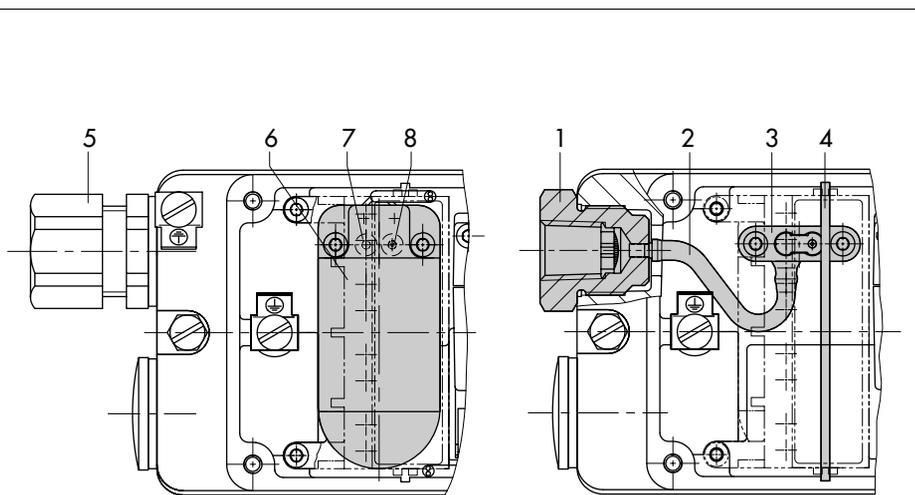

Fig. 16 · Transformation du positionneur i/p en positionneur pneumatique
5. Transformation du positionneur électropneumatique en positionneur pneumatique (fig. 16)